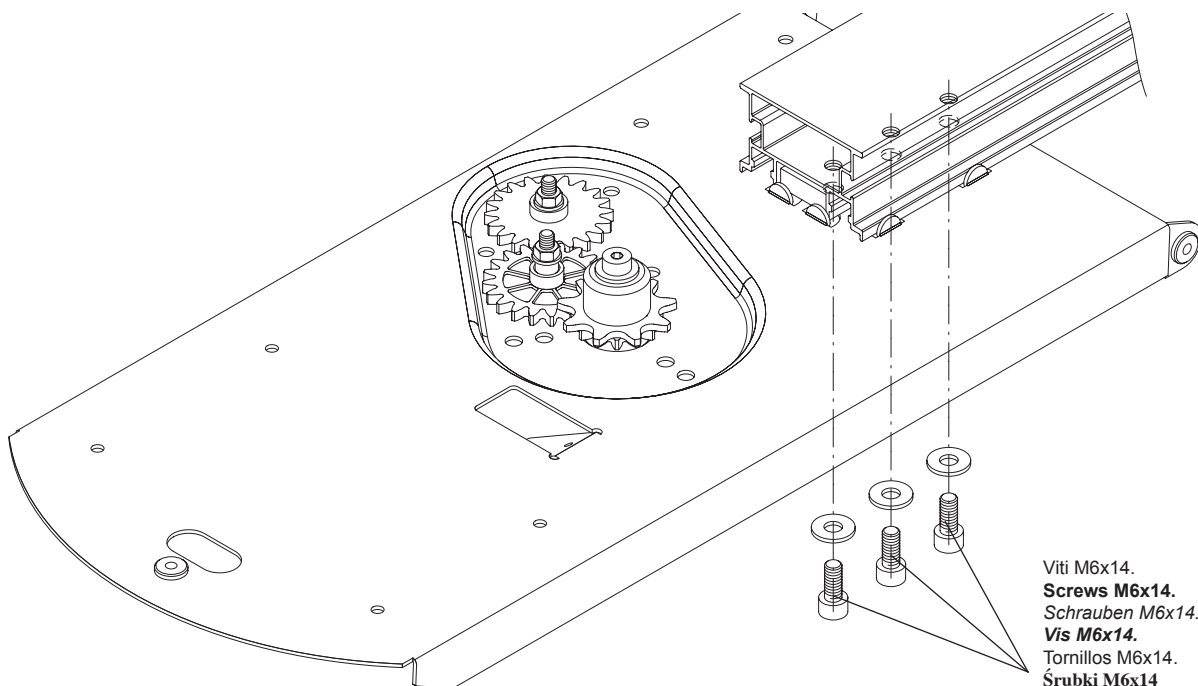

Fig.6
- d) Serrare il profilo di alluminio alla piastra di base mediante le tre viti M6x14 interponendo le rosette a fascia larga (Fig.6).
- d) Fasten the plate P to the base plate by using the three screws M6x14. Provide for large washers between the plate and the screws (Fig.6).**
- d) Das Aluprofil an die Basisplatte mit den Schrauben M6x14 festschrauben und dazwischen die breiten Scheiben legen (Abb.6).
- d) Serrer le profil en aluminium à la plaque de base au moyen des trois vis M6x14 en intercalant les rondelles à bande large (Fig.6).**
- d) Sujetar el perfil de aluminio a la placa de base con los tres tornillos M6x14 poniendo las arandelas de franja ancha (Fig.6).
- d) Przymocować prowadnicę aluminiową do płyty podstawy za pomocą 3 śrubek M6x14 i grubych podkładek uszczelniających (rys.6).**